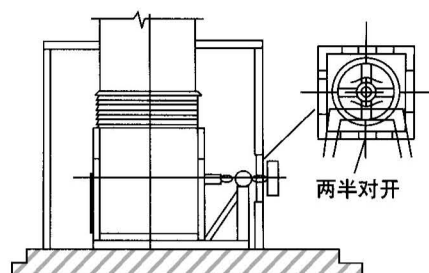

图17
(2) 密闭装置
- B. 送风机如以皮带轮驱动, 其皮带轮应尽可能装于密闭箱外, 为使轴承或皮带轮坏时更换方便起见, 轴端箱壁必须有两半对开盖板, 以便易于施工(图17)。